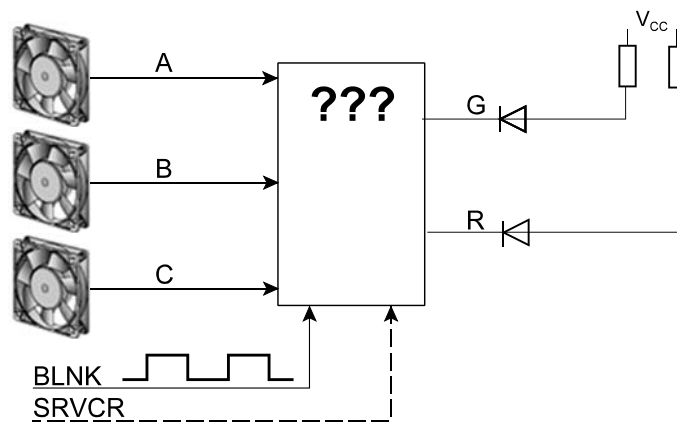

Abb. 2
2. In einem Gehäuse sind drei Lüfter A, B, C angeordnet. Jeder Lüfter hat einen Sensor, der ein Low-Signal liefert, wenn der betreffende Lüfter arbeitet. Ist der Lüfter ausgefallen, liefert der Sensor ein High-Signal. Entwerfen Sie eine Überwachungsschaltung (Abb. 2), die zwei Kontroll-LEDs G, R folgendermaßen ansteuert:
- C die grüne LED (G) soll leuchten, wenn alle drei Lüfter arbeiten,
- C die rote LED (R) soll leuchten, wenn einer der Lüfter (gleich welcher) ausgefallen ist,
- C die rote LED (R) soll blinken, wenn zwei oder alle drei Lüfter ausgefallen sind. Entsprechende Blinkimpulse sind verfügbar (Signal BLNK).